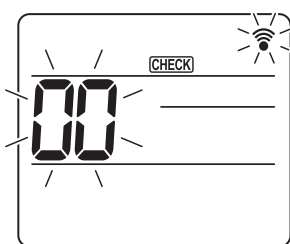
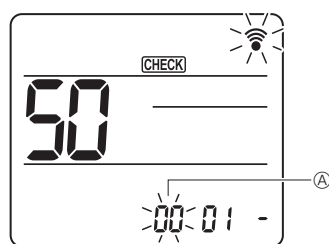
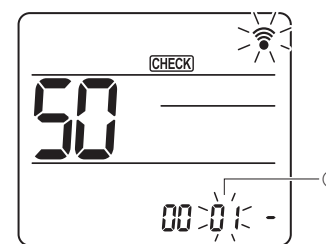
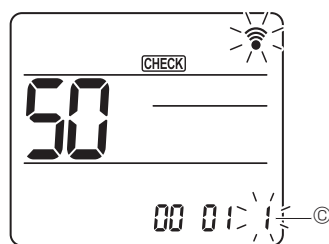

Fig. 7-16
Fig. 7-17
Fig. 7-18
Fig. 7-19
#### 7.4.2. À l'aide de la télécommande sans fil (Fig. 7-16, Fig. 7-17, Fig. 7-18, Fig. 7-19)
Appuyez sur la touche [MENU] pendant 5 secondes. (Commencez cette opération lorsque l'affichage de la télécommande est éteint.) [CHECK] s'allume et "00" clignote. (Fig. 7-16)
- ② Réglage du numéro d'appareil
Appuyez sur les touches [ ] pour régler le numéro d'appareil ①. (Fig. 7-17)
- ③ Sélection d'un mode
Appuyez sur les touches [ ] pour régler le numéro de mode ②. (Fig. 7-18)
- ④ Sélection du numéro de réglage
Utilisez la touche [ ] pour changer le numéro de réglage ③. (Fig. 7-19)